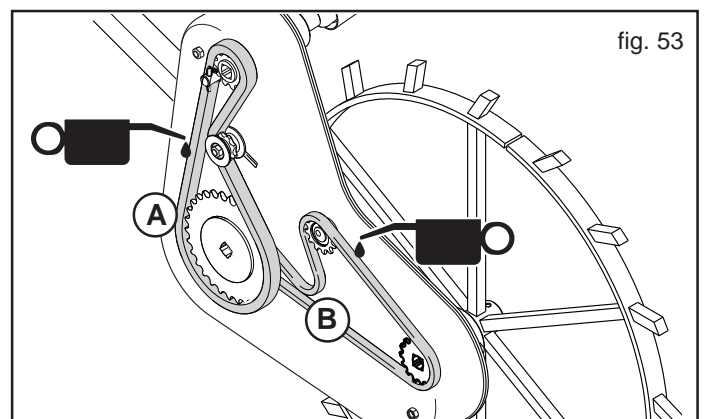
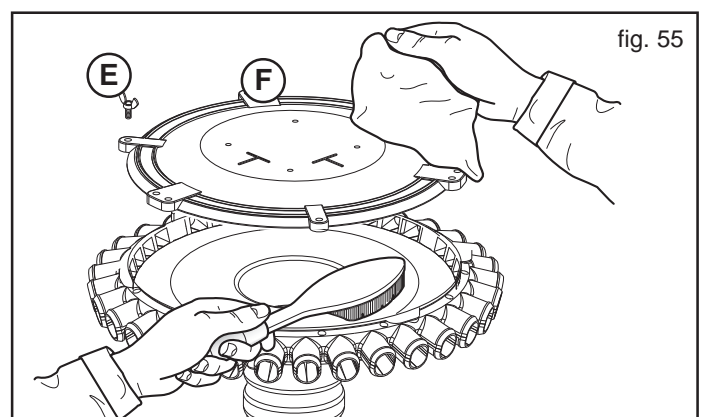

fig. 53
fig. 55
BEI BEGINN DER ARBEITS	<ul style="list-style-type: none"> <li>- Überprüfen, dass das Getriebe ohne Hindernisse frei läuft.</li> <li>- Die Sämaschine leer anlassen, der Luftdurchfluss befreit die Leitungen von Kondenswasser und entfernt eventuelle Fremdstoffe (Abb. 53).</li> <li>- Zu jeder Jahreszeit einen kompletten Ölwechsel mit "AGIP EXIDIA HG 68" (0,7 kg) durchführen:               <ol style="list-style-type: none"> <li>1) Stopfen entfernen (C, Abb. 55);</li> <li>2) das ganze Getriebeöl aus dem Ablass (D) auslaufen lassen und in einem geeigneten Behälter auffangen;</li> <li>3) neues Öl (0,7 kg) einfüllen und Stopfen schließen.</li> </ol> </li> </ul>